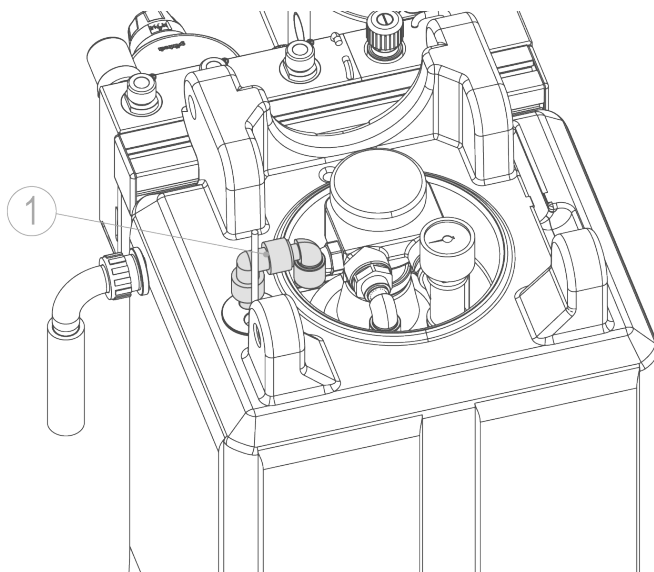

Abb. E-1: Permeatleitung RO 125K-TS
Permeatleitung vom Vorlagentank (siehe Abb. E-1, E-2, Pos. 1) demontieren und mit separatem Schlauch zum Kanal führen.
- Permeatleitung an Vorlagetank wieder montieren (siehe Abb. E-1).